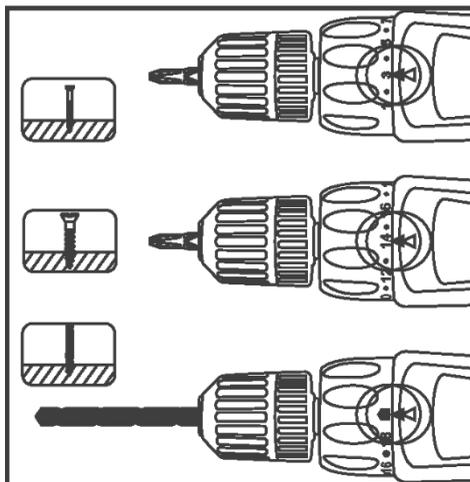

Рисунок 3
2.3.5 Для попереднього встановлення заданого моменту затягування при операціях загвинчування/вигвинчування гвинтів (саморізів) виріб забезпечений торсіонною муфтою. Задане значення виставляється за допомогою кільця регулятора моменту затягування (1) до необхідного значення через провертання кільця до фіксації його на необхідному значенні (див. рисунок 3). Перед вибором зусилля крутного моменту необхідно переконатися, що вимикач (2) знаходиться у позиції «Вимк.» і патрон не обертається.